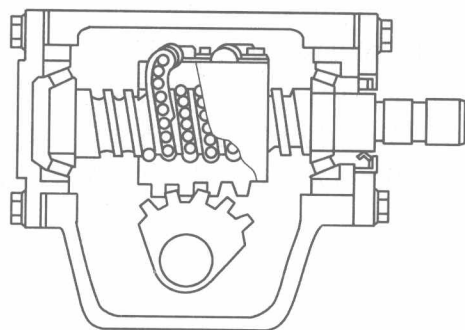

图 2-1 转向器(一)
1. 根据图 2-1 填写下图转向器的工作过程：
如图 2-1 所示是\_\_\_\_\_式转向器。其工作过程是转动\_\_\_\_\_时，通过将力传给螺母，螺母沿轴线移动。在摩擦力作用下，所有钢球在\_\_\_\_\_与\_\_\_\_\_之间形成“\_\_\_\_\_”。钢球在螺母内绕行两周后，流出螺母进入导管，再由\_\_\_\_\_流回螺母通道，两列钢球在各自的封闭通道内循环。螺母外表面有等齿厚\_\_\_\_\_，与其啮合的是变齿厚的\_\_\_\_\_。转动螺杆，\_\_\_\_\_随之轴向移动，通过\_\_\_\_\_、\_\_\_\_\_使转向摇臂转动。